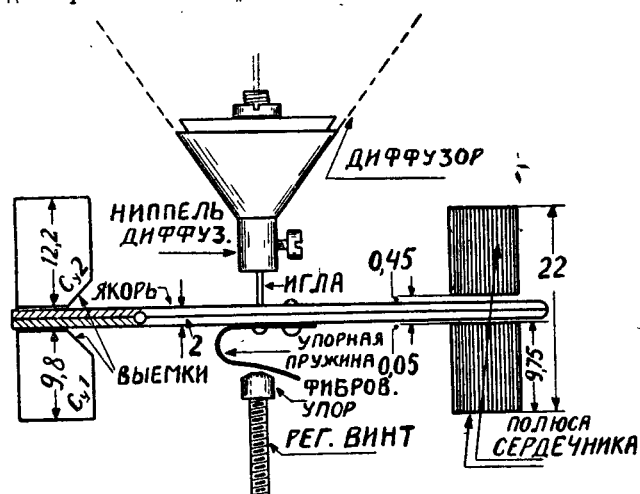

Рис. 7
На рис. 7 приведено расположение якоря в междуполюсном пространстве, к ко-
6. Ниппель для диффузора (рис. 7); в случае мембраны типа «Украинрадио» ниппель не нужен . . . . . —36
рис. 7, спиливаются напильником, а основания шлифуются на стеклянной шкурке. Высота колодок должна для большего успеха дела точно соответствовать указанной на рис. 7, т. е.  $Cy_1$  должен иметь высоту 8,8 мм, а  $Cy_2$  11,2 мм.
Иногда репродуктор в работе дребезжит, что является результатом дребезжания, возникающего между упорной пружиной якоря и концом регулировочного винта (явление наиболее часто встречающееся в репродукторах, зав. Украинрадио). В таких случаях мы рекомендуем, для устранения этого недостатка на конец регулируемого винта (см. рис. 7) ставить специальный упор, сделанный из небольшого фибрового цилиндрика.